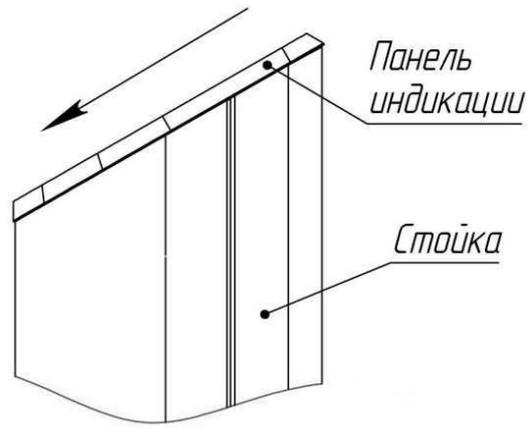

Рис. 5.
5.2. Сдвиньте панель индикации картоприемника до упора в направлении, указанном на рис. 5. Аккуратно поднимите панель.